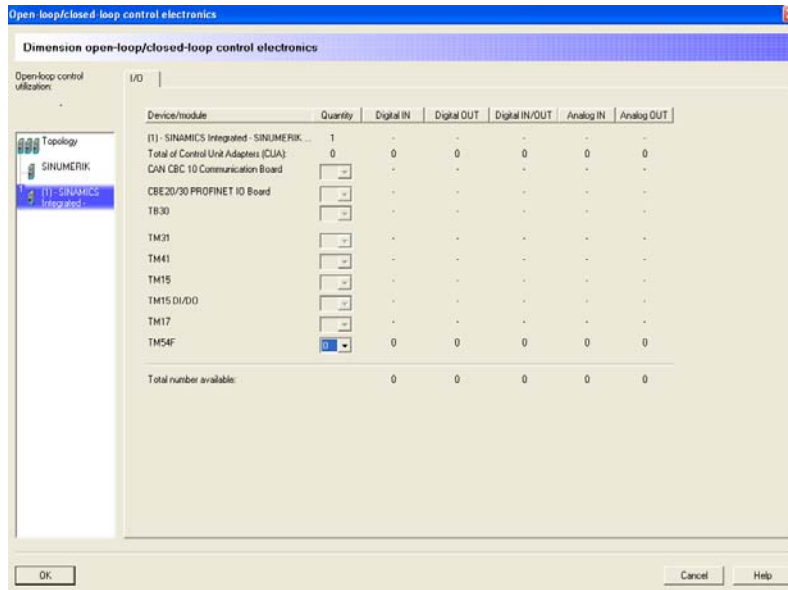

Figura 3.2.123 “Dimension open-loop/closed-loop control electronics SINAMICS-Integrated”
- *SINAMICS Integrated* (figura 3.2.123): en este último nivel de configuración del controlador Sizer muestra los módulos de entrada y salida que tiene incorporado el controlador. En este caso, no hay ninguno, ya que no es necesario para la configuración de la máquina.